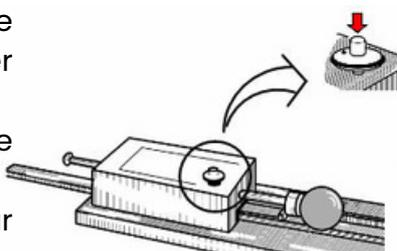

Fig.3
- Coloca la bola en la posición de lanzamiento (ver Fig. 3).